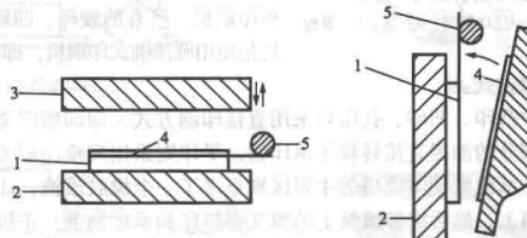

图 1-2 平压平式印刷机结构示意图
a. 平压平式印刷机。平压平式印刷机是印版版台和压印机构均呈平面形，如图 1-2 所示。印刷时，由于整个印版与压印平板全部接触，印版一次所承受的总压力较大，压印时间较长，生产出来的产品，墨色鲜艳，笔画饱满。